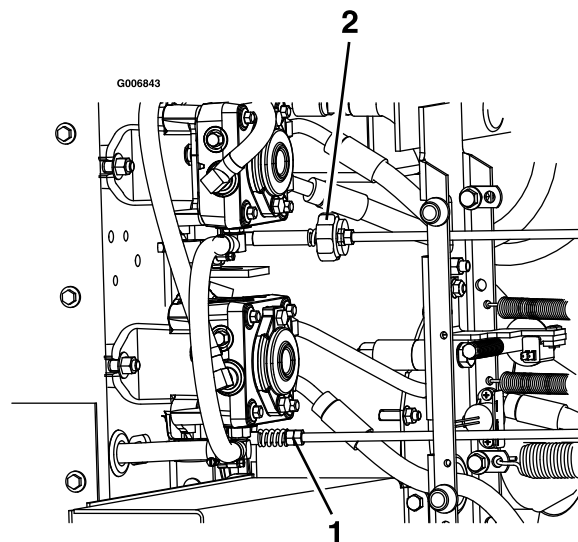

Figura 63
9. Per ottenere la posizione di FOLLE, regolate i tiranti dell'asta di comando della pompa di sinistra e destra che collegano il comando dello sterzo ai bracci di comando della pompa fino a quando le ruote non si fermano o procedono leggermente in retromarcia (Figura 63).
11. Regolate la tiranteria della pompa di destra utilizzando una chiave per girare i doppi dadi sul gruppo (Figura 63)